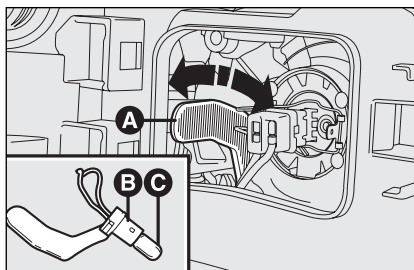
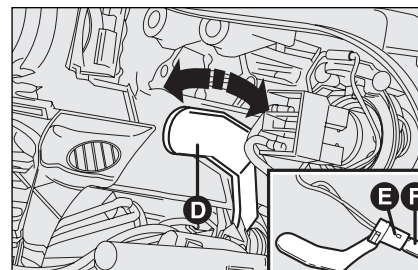

fig. 28
fig. 29
- ☐ utilizando una extensión **A**-fig. 28 o **D**-fig. 29, gire hacia la derecha o hacia la izquierda el portalámparas **B**-fig. 28 o **E**-fig. 29 y sáquelo tirándolo hacia sí;
- ☐ quite la lámpara **C**-fig. 28 o **F**-fig. 29 y sustitúyala;